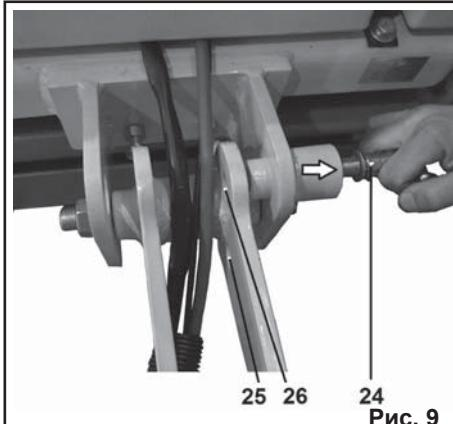
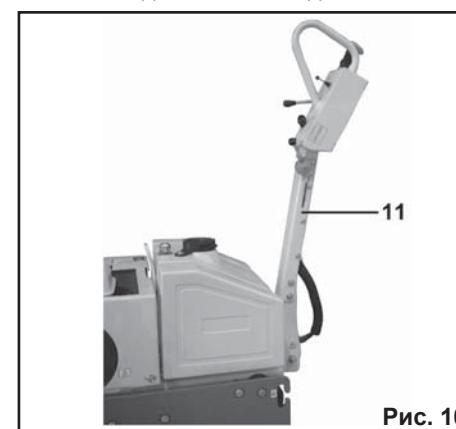

Рис. 9
Рис. 10
7.2.2. Для установки рукоятки управления (11) ( Рис. 10) в вертикальное положение потяните фиксатор (24) от кронштейна (13), поверните вокруг оси рукоятку управления (11) и совместите фиксатор (24) с отверстием (25) (Рис. 9). Зафиксируйте положение.